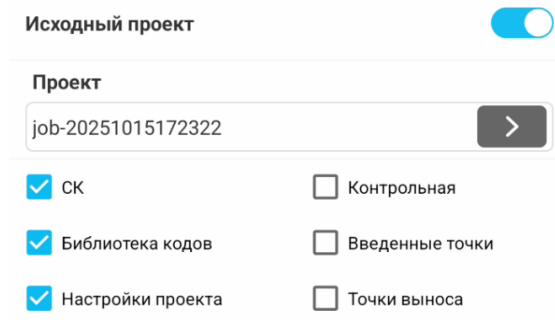

Рисунок 3.1.5
- ☑ **Исходный проект:** если необходимо создать проект по шаблону, выберите проект с существующими настройками. Дополнительно можно настроить, что именно будет перенесено (Рисунок 3.1.5):